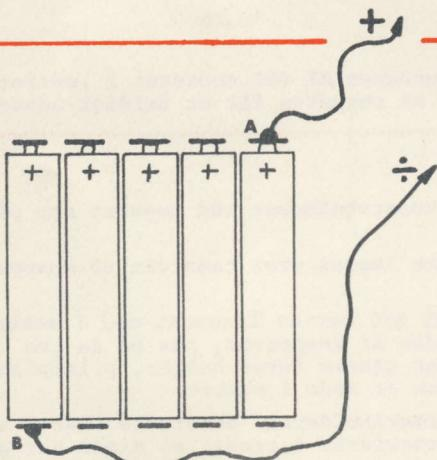

FIG.3
5. En ledning loddes på ved punkt A, og føres til bøsningen ved pluspolen, ligeledes monteres en ledning ved punkt B, (efter Fig.3) som føres til bøsningen ved minuspolen på selve regneren MI 650.
Fig.3 viser de fem batterier type 728 varenummer 9202, nedsat i batteriholderen inden i læderetuet. To bløde ledninger loddes på øverst i højre side, og nederst i venstre side, det er henholdsvis plus og minus. Husk at de fem batterier skal have plus opad, og at isolations i minusenden bør aftages af batteriet, hvis en sådan kant forefindes.